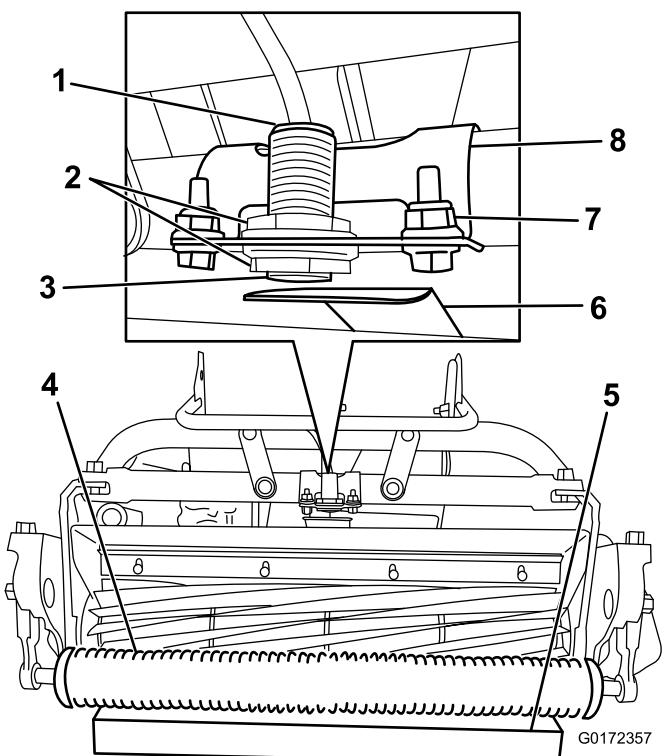

Figura 18
2. Desaperte as porcas de bloqueio no sensor e ajuste o sensor de forma a que seja visível uma rosca após a porca de bloqueio inferior (Figura 18).
4. Coloque um calço de 3,8 cm por debaixo do rolo da unidade de corte frontal (Figura 18).
5. Remova os dispositivos de fixação que fixam os suportes do sensor à estrutura (Figura 18).
8. Rode o suporte do sensor na direção da placa alvo até que a luz na parte superior do sensor acenda (Figura 18). Se já estiver aceso, rode-o afastando-o da placa alvo até que apague e, então, inverta a direção até que acenda novamente.